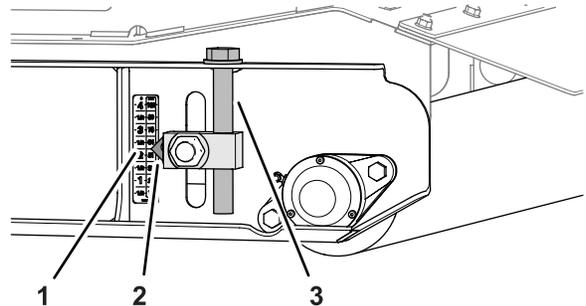

図 83
5. 後ローラのところで、左右の刈高アジャスタを、デカルの57 mm 2¼"マークに合わせて **図 83**。